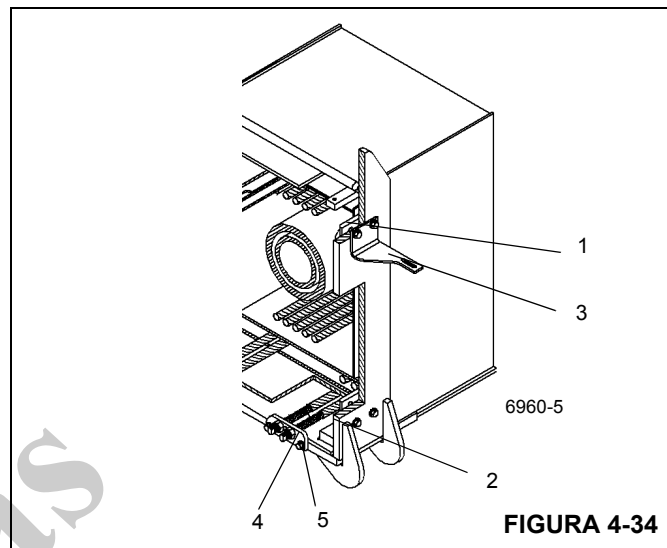

FIGURA 4-34
2. Instale as placas de desgaste laterais frontais superior (1) e inferior (2) da seção da base com dois parafusos cada (Figura 4-34). Na lateral esquerda superior, fixe a cantoneira de montagem (3) com os parafusos de ambas as placas de desgaste. Calce conforme as instruções.
3. Prenda as placas de fixação do cabo de retração da seção intermediária externa (4) à parte frontal da seção da base com dois parafusos (5) cada (Figura 4-34).